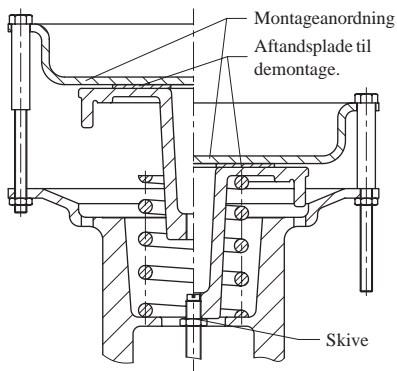

Fig. 3 · Montage DN 15 til 80
2. Placer afstandsskiven (Ca. 5 mm) på fjedertallerkenen som vist på Fig.3, og fastgør denne med møtrikker. Spænd disse således at fjedertallerkenen (5.6) spændes. Derved løsnes keglen (3).
5. Ventiloverdelen (5) løsnes, og løftes forsigtigt op. Ved NC løftes uden keglestangen, og ved NO sammen med keglestangen.
4. Fladpakningen (1.1) lægges ned på huset. Ventiloverdelen (5) sættes ovenpå huset. Ved NC føres keglestangen forsigtigt gennem pakdåsen. Ventiloverdelen med møtrikker (1.2) skrues jævnt fast. Kontramøtrikker (3.2) skrues til gevindenden af keglestangen, og skiven (3.3) pålægges.
5. Fjederen (5.5) lægges i ventiloverdelen som vist på Fig.3. Fjedertallerkenen (5.6) skubbes ned over keglestangen med håndkraft, indtil den har kontakt med fjederen. Fjedertallerkenens knast tilrettes således at den lægger på membranskallens udfræsning.